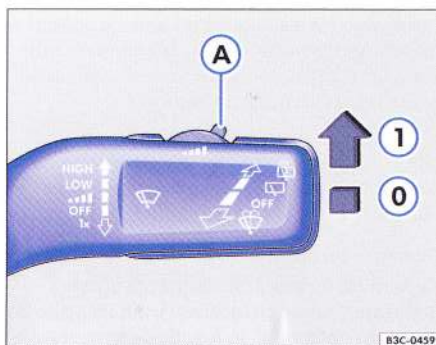

Fig. 46 Imagine de referință maneta ștergătoarelor: Reglarea senzorului de ploaie (A).
- Aduceți maneta în poziția ⇒ fig. 46 ①. ▶
- Deplasați maneta ștergătoarelor din poziția pentru ștergerea temporizată ⇒ pagina 68, fig. 46" ① în poziția de bază ②, pentru a dezactiva senzorul de ploaie.